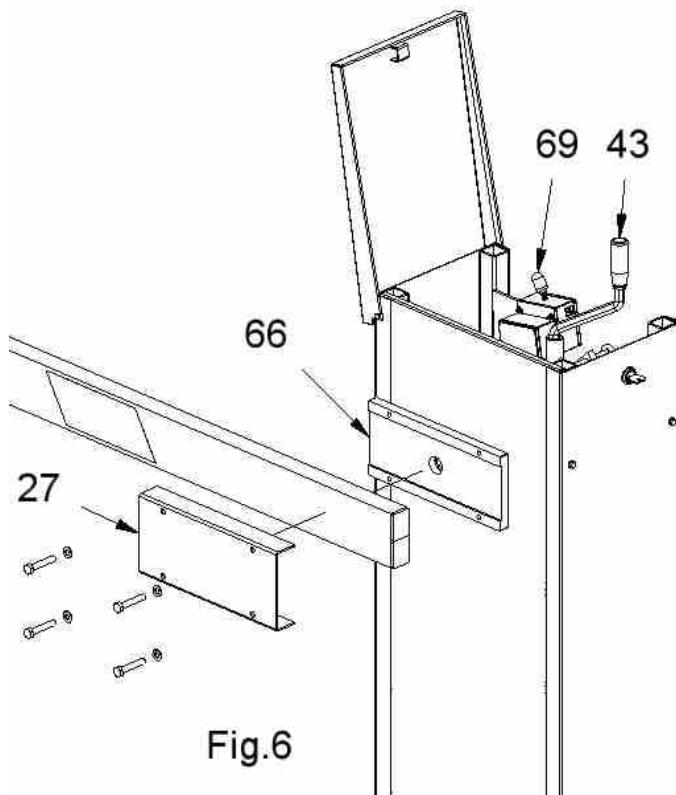

Fig.6
3) ① Azionare manualmente la vite (pos.60 vedi cap.10 esploso componenti) con la maniglia (pos.43), finchè la ganascia porta asta (pos.66) è orizzontale. Bloccare l'asta sulla ganascia (pos.66) con il copri ganascia (pos.27) e le 4 viti M8 (fig.6). Manovrare manualmente con la maniglia (pos.43) la salita e la discesa dell'asta e verificare l'esatto intervento sia del finecorsa elettrico di salita/discesa (pos.68 vedi fig.7) sia degli arresti meccanici (pos.31 vedi fig.7) già preregistrati. Collegare la linea di alimentazione, le linee dei comandi e degli accessori alla centrale di comando (pos.134 vedi cap.10 esploso componenti) secondo le normative vigenti. Collegare a massa. Per i collegamenti elettrici alla centrale elettronica di comando e per eventuali programmazioni e/o regolazioni utilizzare le istruzioni di collegamento a corredo della stessa. Il finecorsa (pos.69) blocca il funzionamento elettrico a coperchio aperta
Stop the arm on the jaw (pos.66) with the jam (pos.27) and the 4 screws M8 (fig.6).
(F) Actionner manuellement les vies (pos.60 voir chap.10 explosé composantes) avec la poignée (pos.43), tant que l'etau porte-lisse (pos.66) est horizontal. Bloquer la lisse sur l'etau (pos.66) avec l'etau (pos.27) et les 4 vis M8 (fig.6). Manoeuvrer manuellement avec la poignée (pos.43) la montée et la descente de la lisse et vérifier l'exakte intervention soit du fin de course électrique du montée/descente (pos.68 voir fig.7) soit des arrêts mécaniques (pos.31 voir fig.7) déjà preenregistrés.